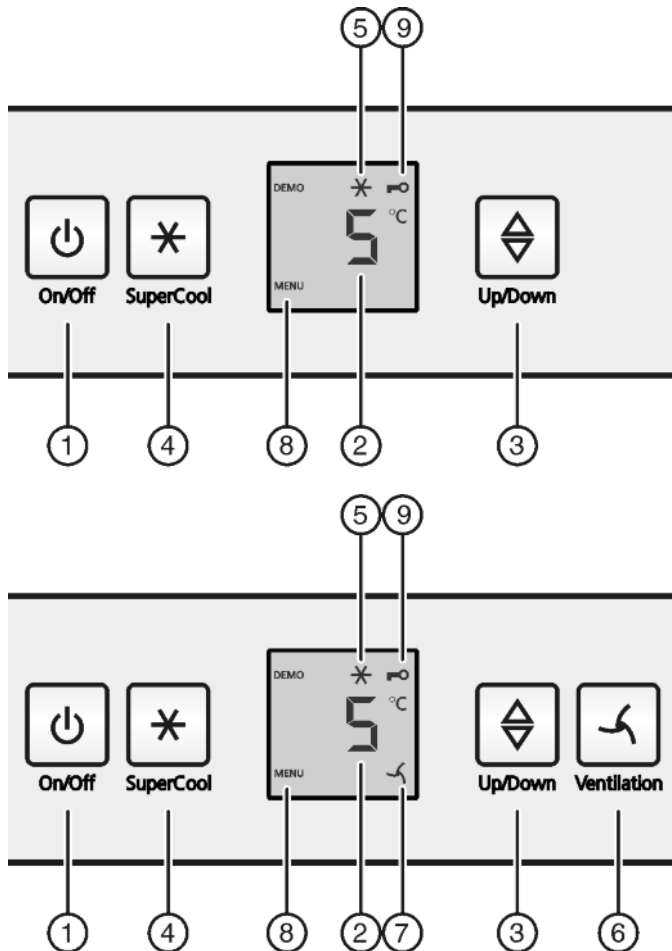

Fig. 2
- ▶ Нажать кнопку On/Off Fig. 2 (1).
- ▶ Нажмите кнопку «SuperCool» Fig. 2 (4) и удерживайте ее прим. 5 секунд.
- ▷ На индикаторе будет отображаться символ «Меню» Fig. 2 (8).
- ▶ Для подтверждения нажать и отпустить кнопку «SuperCool» Fig. 2 (4).
- ▷ На индикаторе горит символ «Защита от детей» Fig. 2 (9).
- ▶ Нажать и отпустить кнопку «On/Off» Fig. 2 (1).
▶ Активация модуля регулировки температуры: нажмите кнопку настройки Fig. 2 (3).
▶ Температуру меняйте ступенями по 1 °C: нажимайте кнопку настройки Fig. 2 (3) до тех пор, пока на индикаторе температуры не будет высвечена требуемая температура.
▶ Коротко нажмите кнопку SuperCool Fig. 2 (4).
▷ На индикации горит символ SuperCool Fig. 2 (5).
▷ Символ SuperCool Fig. 2 (5) на индикации гаснет.
▶ Коротко нажмите кнопку "Вентиляция" Fig. 2 (6).
▷ Символ Вентиляция Fig. 2 (7) горит.
▷ Символ Вентиляция Fig. 2 (7) не горит.